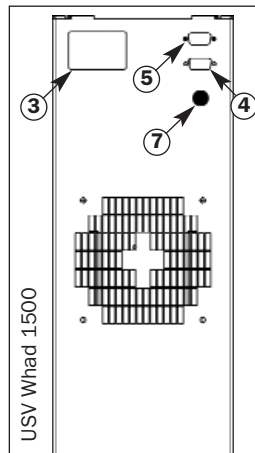

Fig.2
- 2) An die Steckverbindung für Ein-/Ausgang [3] das Speisekabel und die Mehrfachsteckdose des Ausgangs anschließen (siehe Abb. 2).